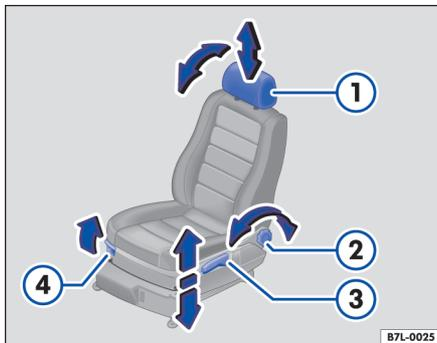

Fig. 46 Mandos para el ajuste mecánico de los asientos (asiento delantero izquierdo)
En el asiento delantero derecho los mandos de la ⇒ fig. 46 (2) al (4) se encuentran en el lado opuesto.